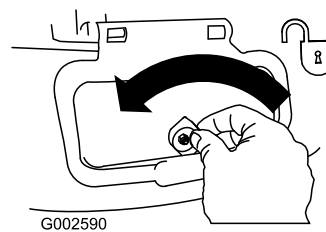

Figure 40
1. Déverrouillez le volet d'éjection latérale (Figure 40).